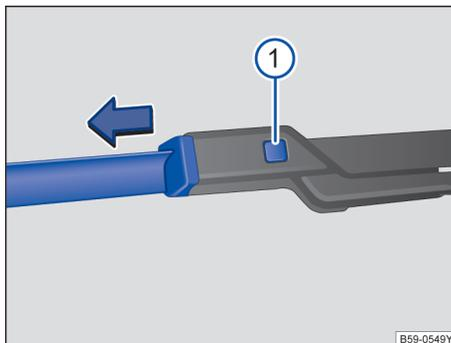

图 121 更换车窗刮水器刮水片
- 按住分离按钮⇒图 121 ① 同时沿图示箭头方向拉出刮水片。